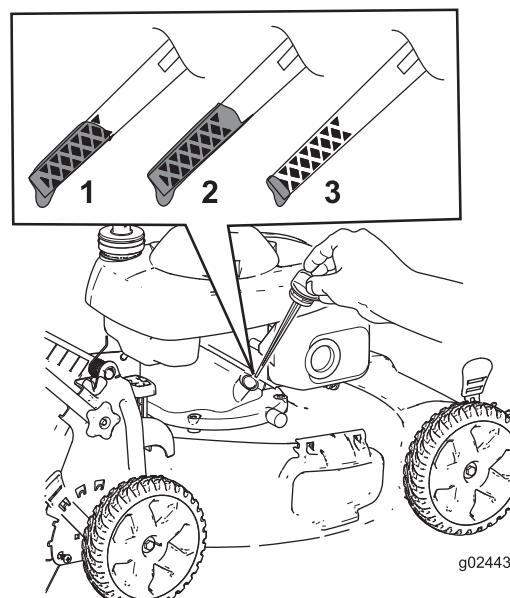

Figura 13
2. Retire la varilla (Figura 13).
- Observe en la varilla el nivel de aceite (Figura 13).